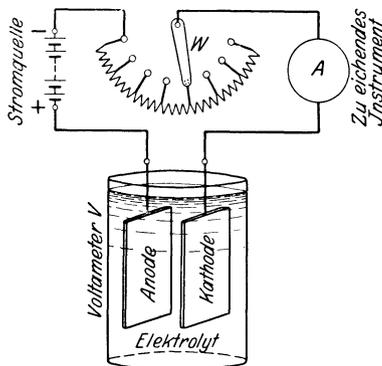

Abb. 1. Eichung von Meßinstrumenten mittels Voltmeter.
15. Um eine Tangentenbussole zu eichen, wurde in den Stromkreis mehrerer Elemente (Abb. 1) ein Regulierwiderstand W , ein Kupfervoltmeter V und die Tangentenbussole A eingeschaltet. Dieselbe zeigte im Mittel aus 20 Ablesungen 40 [55°] an, während die Zeitdauer des Stromschlusses 30 [35] Min. betrug. Die Wägung der Kathode vor und nach dem Versuch ergab eine Gewichtszunahme von 2 [1,08] g. Wie groß ist hier- nach der Reduktionsfaktor der Tangentenbussole? ¹